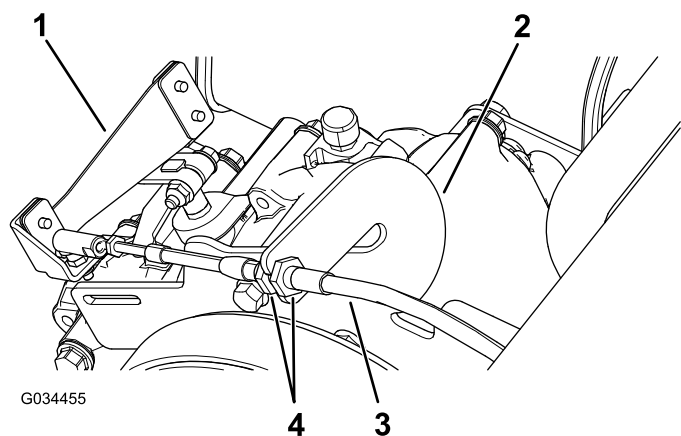

Figure 59
1. Desserrez les écrous de blocage sur le câble de sélection et ajustez-les selon les besoins (Figure 59).
- Vérifiez la position de l'inverseur de marche en tournant le sélecteur aux 3 positions différentes et vérifiez que le levier (Figure 59) passe correctement à chaque position; voir Levier et indicateur d'inverseur de marche \(page 12\).